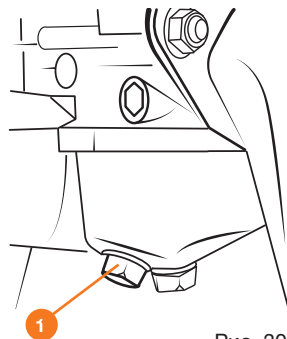

Рис. 30
1. Снимите высоковольтный колпачок **2** свечи зажигания **1** и удалите грязь вокруг свечи (Рис. 30).
Своевременно производите очистку поплавковой камеры карбюратора (Рис. 30).